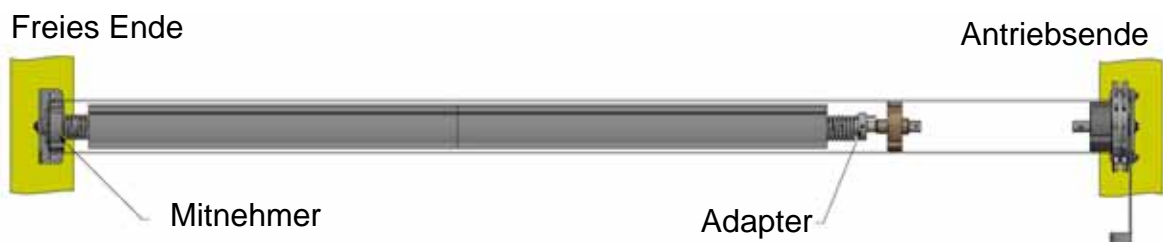

Abb. 4b, RH Tür, antriebsseitiger Haltewinkel rechts
3. Mitnehmer (E1) auf Kettenrad schieben, das am antriebsseitigen Haltewinkel (D1) angebracht ist, und den Mechanismus mit mitgelieferten M8-Befestigungsschrauben am Gebäude befestigen, Abb. 4a. Die Ausrichtung des antriebsseitigen Haltewinkels wurde nach Ihren Spezifikationen beim Bestellen des toren festgelegt, Abb. 4b / 4c, die Feder ist auf der gegenüberliegenden Seite angebracht. Falls Sie den Antriebshaltewinkel auf der gegenüberliegenden Seite anders als bestellt anbringen möchten, so befolgen Sie dazu bitte die Anleitungen im Anhang 1.